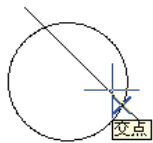

图 1-56 捕捉交点
⑦ 交点 (INTersection): 捕捉两图形元素的交点, 这些对象包括圆弧、圆、椭圆、椭圆弧、直线、多线、多段线、射线、样条曲线或参照线。“交点”可以捕捉面域或曲线的边, 但不能捕捉三维实体的边或角点。块中直线的交点同样可以捕捉, 如果块以一致的比例进行缩放, 可以捕捉块中圆弧或圆的交点, 如图 1-56 所示。